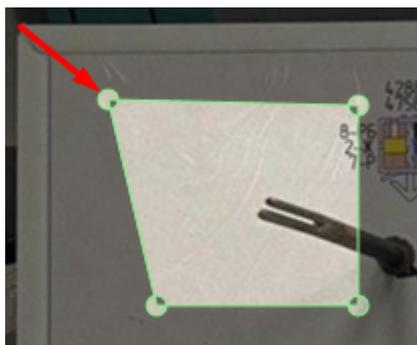

Рис. 7
1. Наведите курсор мыши на верхнюю левую «точку», нажмите и не отпуская её потяните в левый верхний угол воображаемой зоны (Рис. 7);